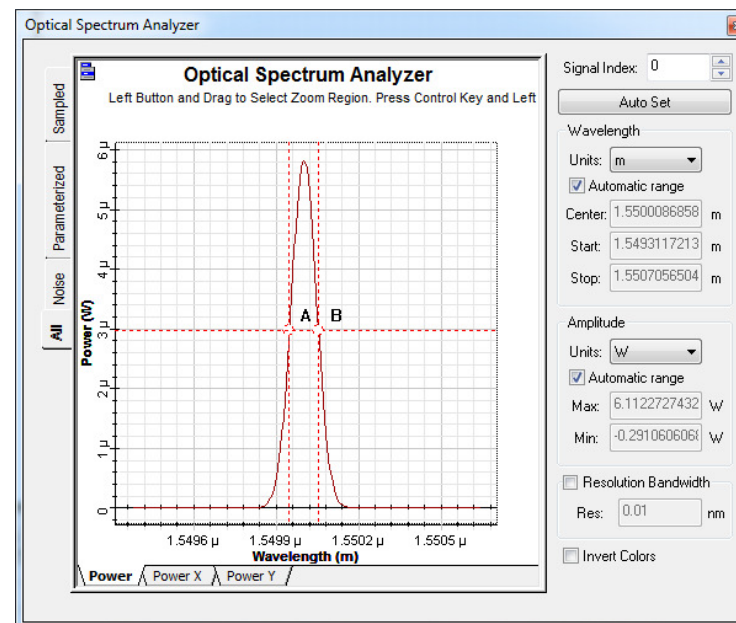

Рисунок 3.2 - Окно анализатора спектра
4.4. Запустите моделирование и дождитесь его окончания. Откройте окно оптического анализатора спектра, рисунок 3.2. Измерьте ширину спектра излучения по половинной от максимальной мощности ($\Delta\lambda_{FWHM}$). (Измерения можно производить при помощи маркеров **A** и **B**. Для этого нужно вызвать меню левым щелчком мыши по спектральной диаграмме и выбирать в пункт **Marker**. Затем установить маркеры **A** и **B** на переднем и заднем фронтах, соответственно. При выборе из этого же меню пункта **Layout** будет выведено расстояние между меркерами).